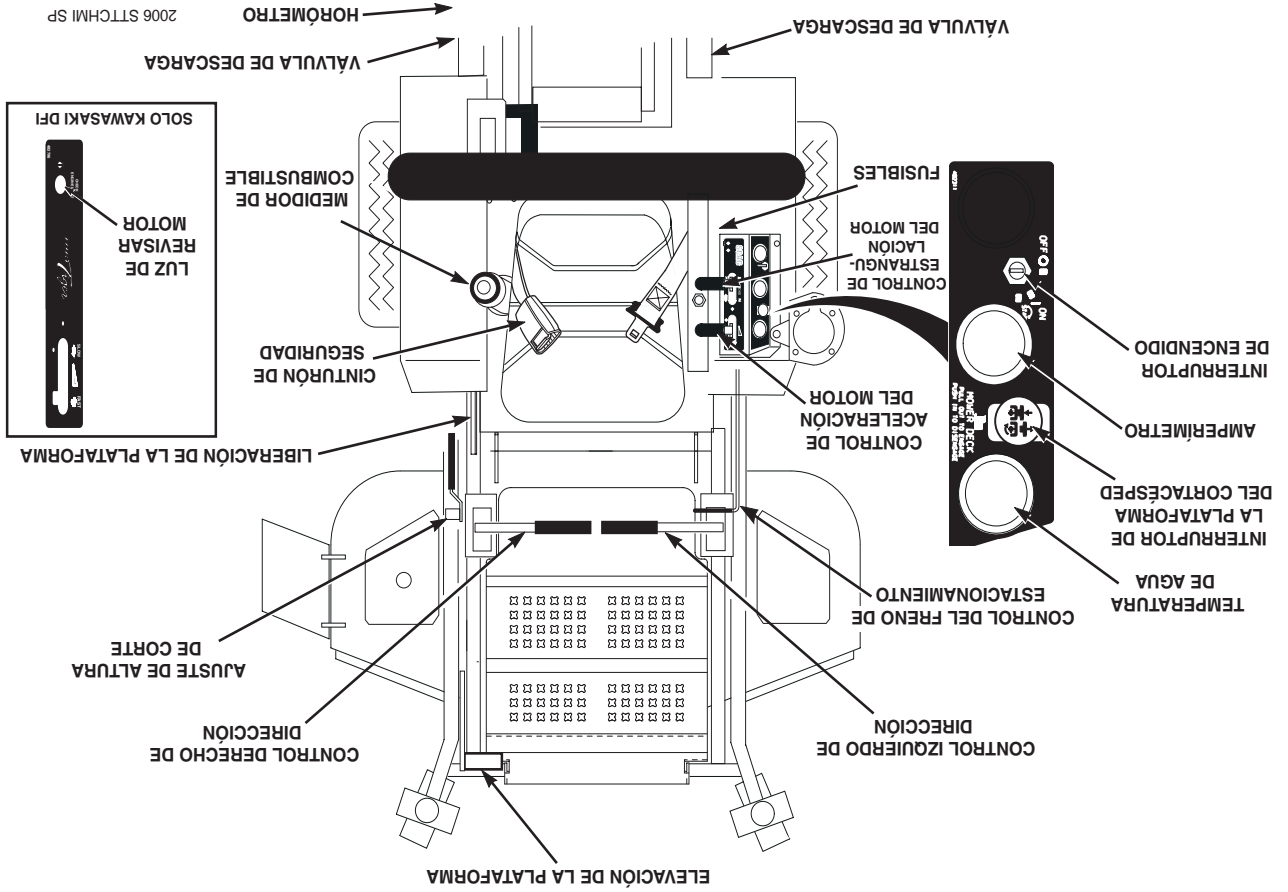

Figura 4-1 Controles e Instrumentos de control horario
18. Cinturón de seguridad (Figura 4-1). Usado para asegurar al operador. El cinturón de seguridad debe usarse solo cuando la barra contra vuelco esté en posición vertical y bloqueada.
4. **Control de aceleración del motor (Figura 4-1).** Usado para controlar la velocidad de motor. Presionando la palanca hacia abajo aumenta la velocidad del motor. Tirando de la palanca hacia atrás disminuye la velocidad del motor. La posición completamente hacia atrás es la posición de MARCHA EN VACÍO. La posición de corte es la de más adelante.
5. **Amperímetro (Figura 4-1).** Indica la condición de carga del sistema. Cuando el motor está funcionando, la aguja debe estar hacia el extremo positivo del medidor. Si la aguja está hacia el extremo negativo del medidor, esto indica una condición de descarga y la máquina debe ser llevada para darle servicio.
6. **Horómetro (Figura 4-1).** Indica el número de horas que ha operado el motor. Opera cuando el interruptor de la llave de encendido está en la posición ON. Ha fijado los recordatorios para el mantenimiento del motor y los cambios de aceite del sistema hidráulico. El mantenimiento programado empezará a destellar 2 horas antes de la hora establecida y continuará destellando hasta 2 horas después. Reinicia automáticamente.
7. **Portafusibles (Figura 4-1).** Dos fusibles de 20 Amp protegen el sistema eléctrico del cortacésped. Para reemplazar los fusibles, retire el fusible del zócalo e instale uno nuevo.
8. **Control izquierdo de dirección (Figura 4-1).** Usado para controlar la rueda izquierda del cortacésped al avanzar hacia adelante o en reversa.
9. **Control derecho de dirección (Figura 4-1).** Usado para controlar la rueda derecha del cortacésped al avanzar hacia adelante o en reversa.
10. **Control del freno de estacionamiento (Figura 4-1).** Usado para accionar y desconectar los frenos de estacionamiento. Tire de la palanca para accionar los frenos de estacionamiento. Presione la palanca para desconectar los frenos de estacionamiento.
11. **Indicador de combustible (Figura 4-1).** Indica la cantidad de combustible en el tanque.
13. **Palanca de pie de elevación de la plataforma (Figura 4-1).** Usada para levantar y bajar la plataforma de corte.
14. **Ajuste de la altura de corte (Figura 4-1).** Usado para poner la plataforma de corte en la altura de corte deseada.
15. **Palanca de liberación de la plataforma (Figura 4-1).** Usada para trabar la plataforma de corte en la posición de transporte. Para corte normal, empuje el pedal hacia adelante y levante la palanca de desenganche de para soltar la plataforma de corte.
16. **Indicador de temperatura (Figura 4-1).** Indica la temperatura de operación del motor. Se usa en máquinas cortacésped con motores enfriados por líquido solamente.
17. **Check Engine Light (Figura 4-1).** Indica la
1. Interruptor de encendido (Figura 4-1). El interruptor de encendido se usa para arrancar el motor y tiene tres posiciones; OFF, ON y START.
2. Interruptor de la plataforma del cortacésped (Figura 4-1). Usado para accionar y desconectar el sistema de transmisión del cortacésped. Tire del interruptor para accionar la transmisión de la plataforma. Presione el interruptor para desconectar la transmisión de plataforma.
3. Control de estrangulación del motor (Figura 4-1). Usado para arrancar un motor frío. No utilizado en el 29DFI.